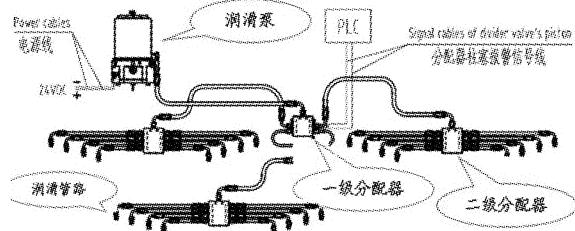
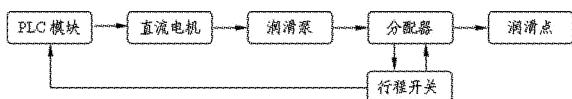

图1 变桨轴承自动润滑系统结构示意图
图 2 系统工作原理图
自动润滑系统一般由润滑泵、分配器、润滑管路以及PLC控制系统4个基本部分组成,图1是一种变桨轴承自动润滑系统结构示意图。
以图1变桨轴承自动润滑系统为例,对系统的工作原理进行说明。由PLC控制程序输出指令启动直流电机,直流电机带动润滑泵工作,润滑泵以适当的压力将润滑脂注入一级分配器,该分配器按照设定的需求量将润滑脂注入二级分配器,再由二级分配器精确分配润滑脂,并通过润滑管路连接到变桨轴承各个润滑点。此工作过程中,分配器上的行程开关都会将油箱油位信号、润滑管路阻塞信号传递给PLC模块,由控制系统来完成加脂工作。如下图2所示。
(4) 以图 1 所示变桨轴承自动润滑为例,在润滑系统管路安装过程中,统计记录前 5 台机组各润滑点油管长度,并结合安装后的效果进行归纳总结,绘制油管长度裁剪表。